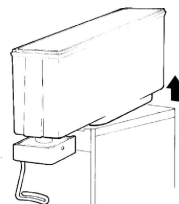

Figure 2
- Accertarsi che l'interruttore principale si trovi nella posizione SPENTO. Se si tratta del modello F50A, F50 AC, Self Service, Freezer verificare che l'interruttore dell'alimentatore sia anch'esso spento. Collegare la presa della macchina alla rete elettrica. (FIG 2)
- Togliere il cappuccio dalla bomba e prendere il deposito vuoto, sollevandolo dal lato posteriore e rimuovendolo dall'articolazione (fig 2)